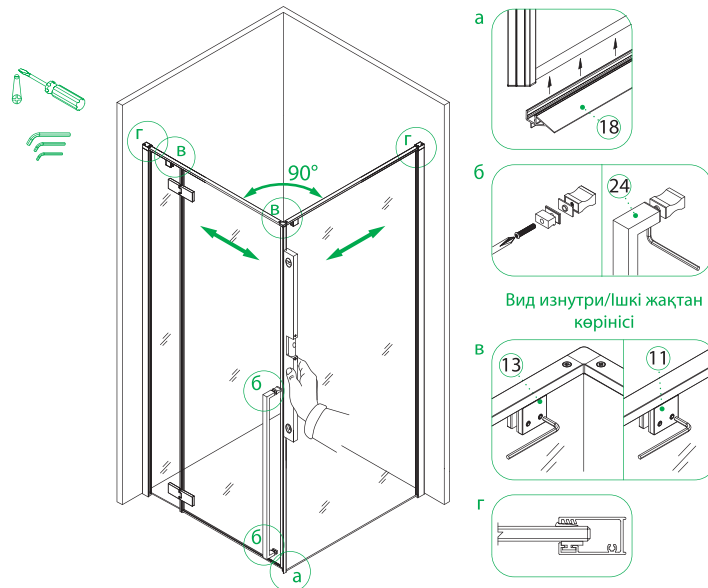

Рис. 13/13-сур.
- Установите нижний уплотнитель двери PVC (№18, рис. 13-а). Закрепите дверную ручку (№24, рис. 13-б). Выровняйте закаленные стекла с помощью уровня (рис. 13) таким образом, чтобы магнитные уплотнители плотно прилегали друг к другу, образовывался ровный угол и все грани были под прямым углом — после чего сначала крепко зафиксируйте верхние держатели стекла (рис. 13-в), а после плотно закрепите уплотнители EVA в пристенные профили (рис. 13-г).